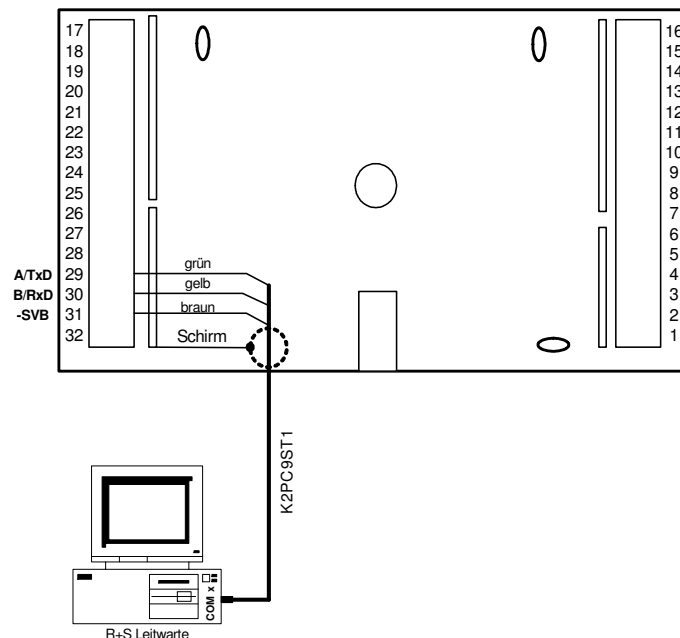
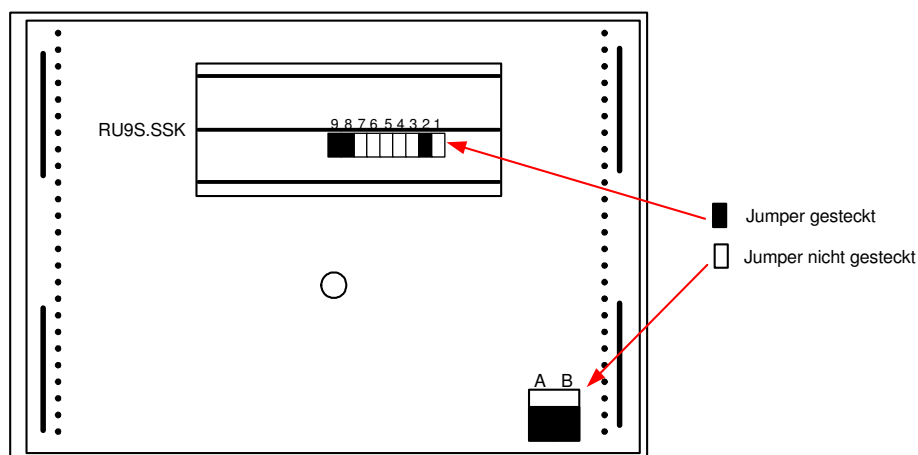

Abb. 22: Anschluss eines PC
Abb. 23: Jumperpositionen für RS232 Kommunikation
- Die Kurzschlussstecker "A" und "B" an der Rückseite des RU 9X.5 müssen dem Auslieferungszustand des Reglers entsprechend gesteckt sein (siehe Abb. 23).
Ist der RU 9X.5 mit einer Schnittstellenkarte RU9S.SSK ausgestattet, so kann er direkt (serielle Schnittstelle RS232, max. 15 m Leitungslänge) mit einem PC bzw. mit einer Leitwarte verbunden werden. Ist die Schnittstellenkarte mit dem Regler bestellt worden, dann ist sie bereits eingebaut. Die Nachrüstung oder der Austausch ist durch qualifiziertes Fachpersonal jederzeit möglich (siehe Kap. 2.3). Für diesen Anschluss kann das Kabel K2PC9ST1 (siehe Abb. 22) verwendet werden. Die Kurzschlussstecker (Jumper) an der Gehäuserückseite müssen dem Auslieferungszustand des Reglers entsprechend gesteckt sein (siehe Abb. 23).
Über ein Regim Modem, z.B. MOD 3-R, MOD 5-R oder MOD 6-R, das Anschlusskabel K2MOD9ST1 und die steckbare Schnittstellenkarte RU9S.SSK kann der Regler mit einem PC bzw. mit einer Leitwarte verbunden werden. Die Kurzschlussstecker (Jumper) an der Gehäuserückseite müssen dem Auslieferungszustand des Reglers entsprechend gesteckt sein (siehe Abb. 23). Über die Modemverbindung sind die Fernbedienung und -wartung, eine erste Fehleranalyse, die externe Trendaufzeichnung und die Alarmprotokollierung möglich.